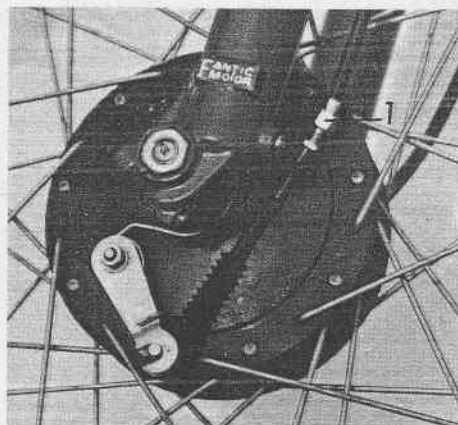

Fig. 21 - Mozzo anteriore
- Nel caso non fosse sufficiente, agire sul regolafilo posto sul mozzo anteriore (Fig. 21).